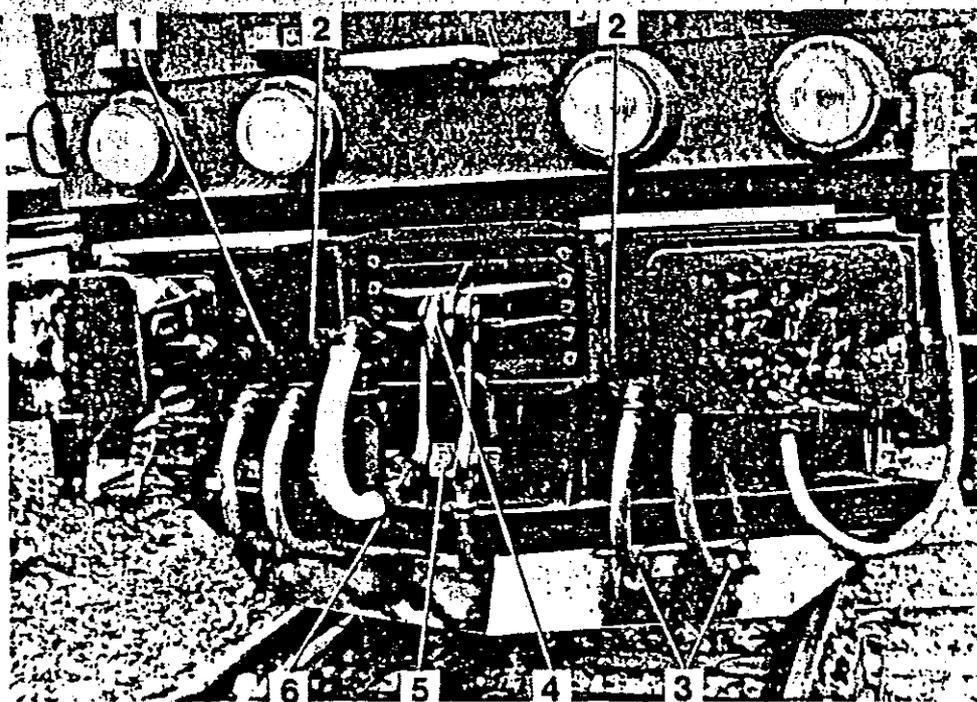

Figura 9 Parte frontal de la locomotora F
- Los ganchos de tracción (Figura 9/4) y los enganches de husillo (Figura 9/5) estén correctamente colocados en sus soportes.
- Los grifos de cierre de aire (Figura 9/1 y 9/2) estén cerrados
- Los acoplamientos de freno de aire comprimido no estén dañados y que las cabezas de acoplamiento de las mangas de aire estén colocadas en su soporte falso (Figura 9/3).
- Los acoplamientos de freno de vacío (Figura 9/6) no estén dañados y que las cabezas de acoplamiento de las mangas estén colocadas en su soporte falso